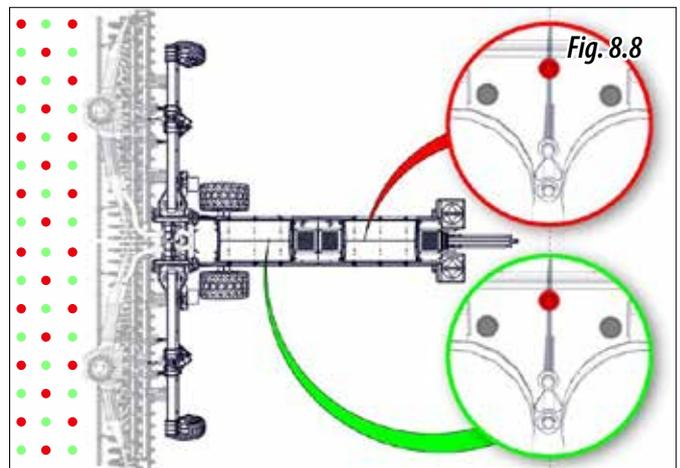

Fig. 8.8
- **ABONO/SEMILLA** (Fig. 8.8).
PARA CONFIGURACIONES DE MÁQUINA CON PRODUCTOS DISTINTOS PARA CADA TOLVA (FIG. 8.8), NO SE PODRÁ HACER EL CORTE DE MEDIA MÁQUINA.